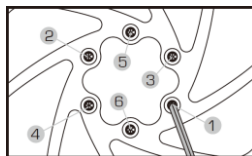

Fig. C-1 Séquence d'assemblage du rotor
- Utilisez une configuration en étoile pour serrer les boulons du rotor à disque. NE les serrez PAS simplement dans le sens des aiguilles d'une montre ou dans le sens inverse des aiguilles d'une montre. (Fig. C-1)